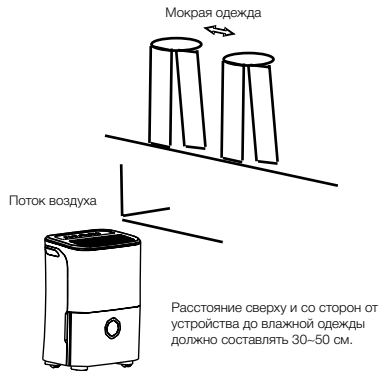

Рис. 5
- Убедитесь, что поток воздуха направлен на одежду (см. Рис.5.).